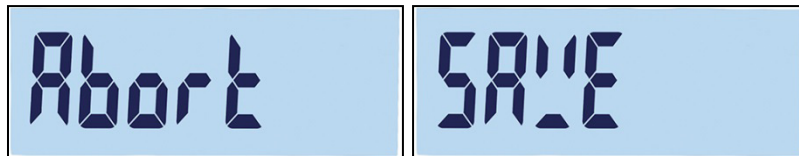

Figure 3-3 : Invites lors de la sortie de la configuration
1. Appuyez sur la touche , ou gauche  dans la racine de l'arborescence du menu (F1, F2, etc., affichés). Un message apparaîtra demandant si les modifications doivent être Annulées ou Enregistrées (Figure 3-3).